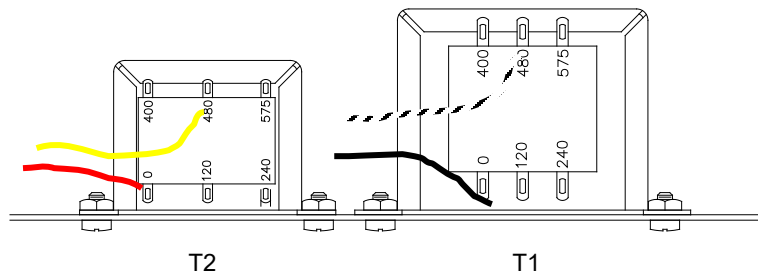

Figure 3.3 Raccordements du transformateur T1, T2
À l'aide de conducteurs de calibre approprié et isolés pour les tensions et courants nominaux de votre modèle, effectuez les raccordements comme illustré à la figure 3.3. (Reportez-vous au tableau 3.1 pour obtenir des informations sur la taille des câbles). Les spécifications de couple des connexions boulonnées se trouvent au tableau 7.2.
1. Ouvrez le contrôleur de puissance SCR et repérez le transformateur T1 et T2. Le côté principal du transformateur T1 comporte deux fils : un noir et un blanc rayé de noir, tandis que le côté primaire du transformateur T2 comporte deux fils : un rouge et un jaune. Voir la figure 3.3.